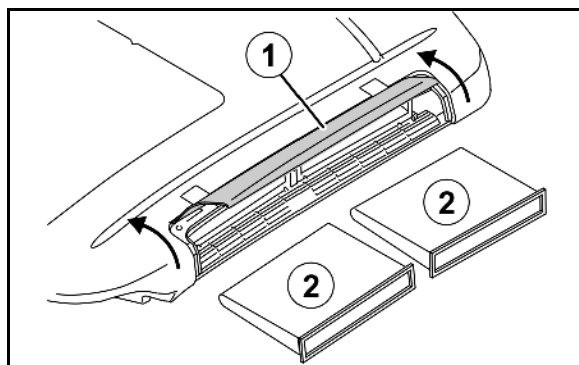

Fig. 164
1. Åbn afdækningen (Fig. 164/1) på venstre side af kabinen.
2. Lås filteret (Fig. 164/2) op, tag det ud, og udskift det.